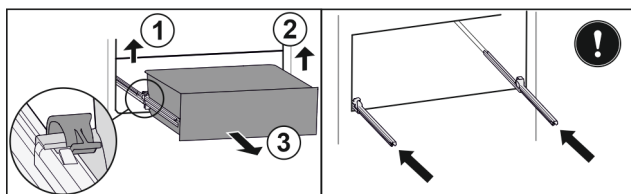

Fig. 129
- ▶ Podnieść lewy zacisk i wysunąć jednocześnie szufladę po lewej do przodu. *Fig. 129 (1)*
- ▶ Podnieść prawy zacisk i wysunąć jednocześnie szufladę po prawej do przodu. *Fig. 129 (2)*
- ▶ Wyjąć szufladę do przodu. *Fig. 129 (3)*